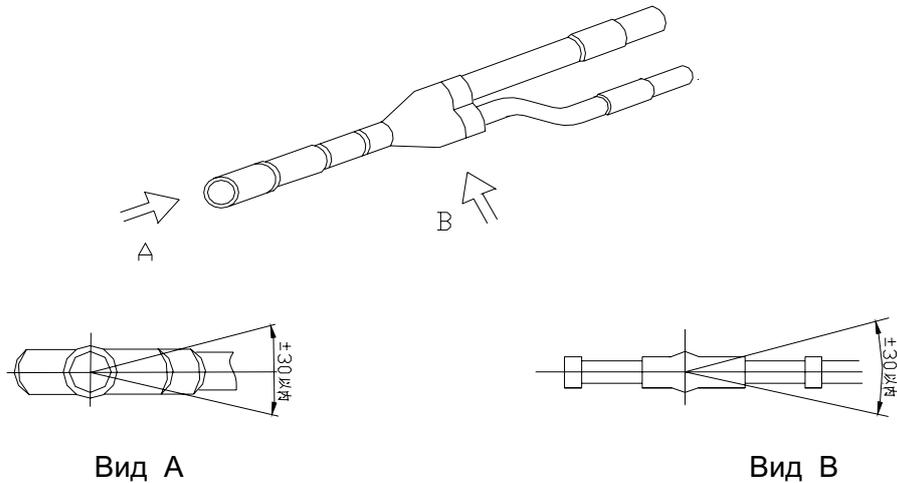

Рис. 7.6- Расположение разветвителя при подключении
7.4.5 **Внимание!** Разветвитель должен устанавливаться таким образом, чтобы отводы к внутренним блокам находились в горизонтальной плоскости с отклонением не более 30° (см. рис. 7.6). Или же разветвитель устанавливается вертикально, но отводами к внутренним блокам вниз.